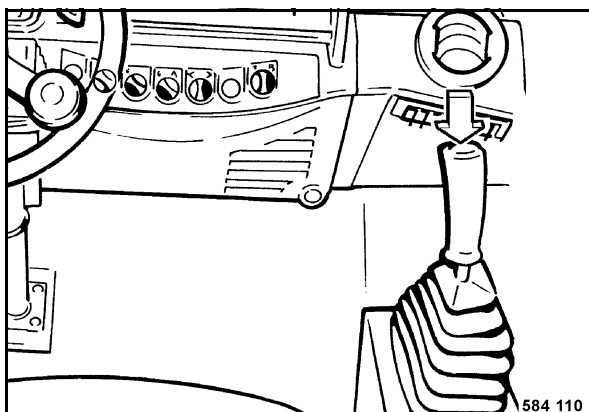

Fig. 92
- Conectar la vibración (Fig. 92).